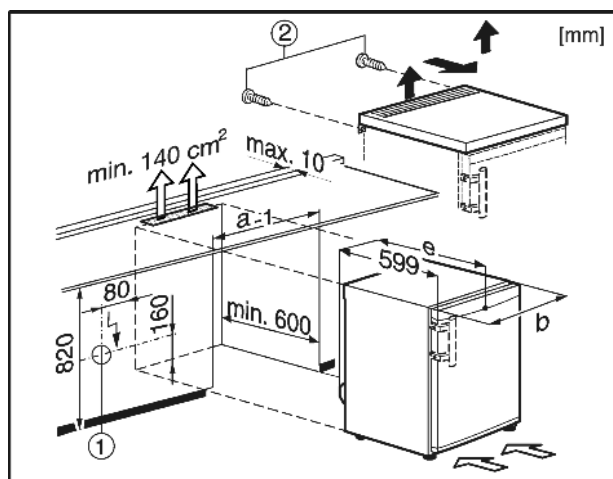

Fig. 9
Utičnica Fig. 9 (1)bi trebala biti izvan područja stražnje strane uređaja i biti lako pristupačna.
- ▶ Uklonite Fig. 9 (2) vijke na stražnjoj strani.